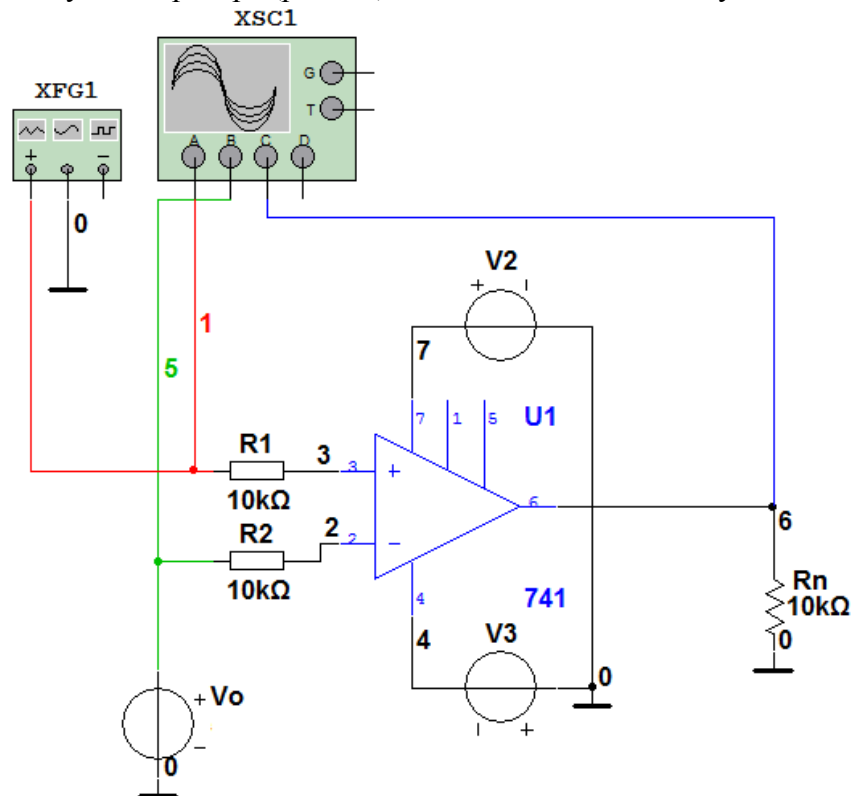

Рисунок 12 Схема компаратора
5.1 Собрать схему компаратора (рис. 12) или использовать готовую модель (OU-4.ms10).